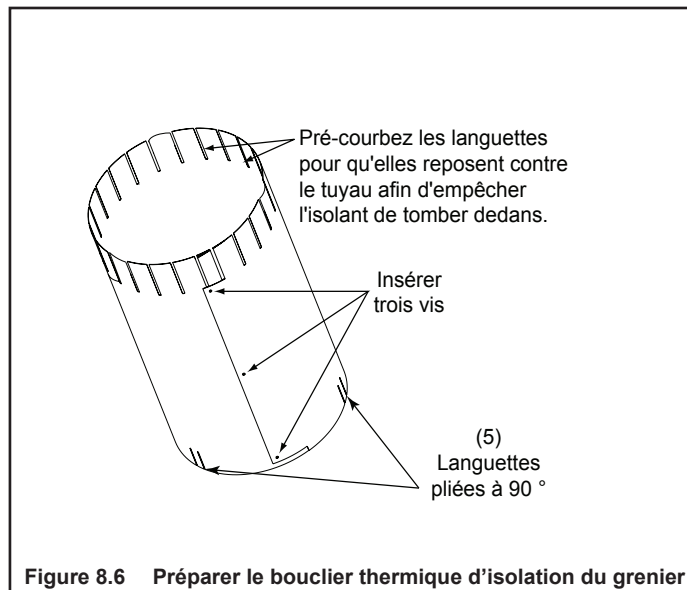

Figure 8.6 Préparer le bouclier thermique d'isolation du grenier
- Reportez-vous aux figures 8.6, 8.7 et 8.8.
- Se référer à la figure 8.6.